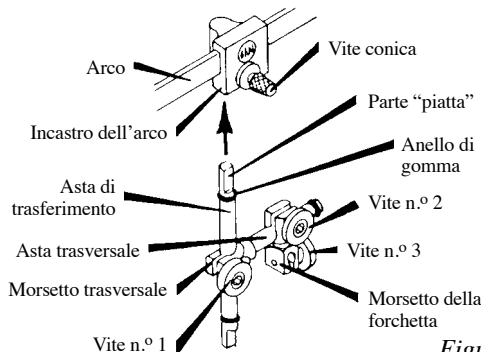

Figura 7
3. Inserire l'Asta di Trasferimento nell'incastro dell'arco, Figura 7. Allineare la parte "piatta" verso la parte frontale e inserire fino all'Anello di Gomma di "stop". Stringere con le dita la vite conica contro la parte "piatta" dell'asta di trasferimento. Notare la posizione dei morsetti, illustrata.